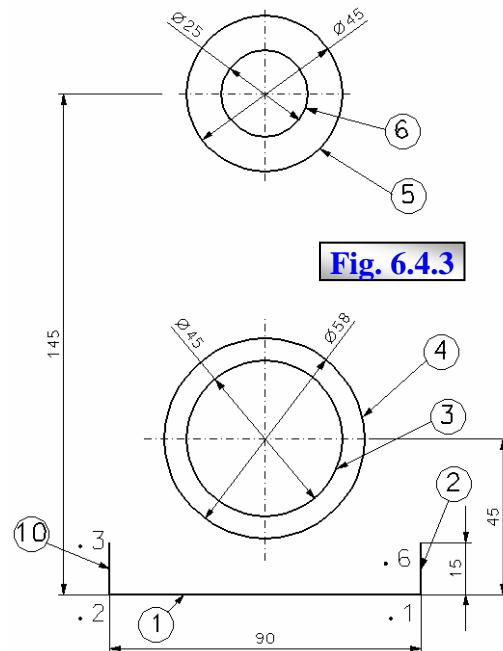

Fig. 6.4.3
3. Marcare centru cercuri 3, 4, 5, 6 și trasarea axei 16, fig. 6.4.3 – axa 16 se va trasa ca linie între centrele cercurilor 3 și 5;
3.4 Pentru trasarea axei 16, se utilizează modul **snap Center**, rămas activ de la operația anterioară (punctul 2.5); selecția comenzi **Place Line**, & 4.3.2 prin icoana cu același nume din subtrusa **Linear Element** a trusei **Main**; plasarea primului punct prin identificarea prin TP a centrului cercului 3, urmat de DP plasat arbitrar, pentru confirmare; plasarea celui de-al doilea punct prin identificarea prin TP a centrului cercului 5, urmat de DP plasat arbitrar; se ieșe din comandă prin RST; în fig. 6.4.3 această axă nu este reprezentată, pentru a evidenția marcajele de centre ale cercurilor, ea fiind însă vizibilă în fig. 6.4; **3.5** Reselectarea stilului de linie 0 (linie continuă) respectiv grosimea liniei – 1, prin selecție din trusa de unelte **PRIMARĂ**, & 2.2.3 respectiv & 2.2.4., ca atrbute active, & 2.8 pentru următoarele elemente ce vor fi plasate.